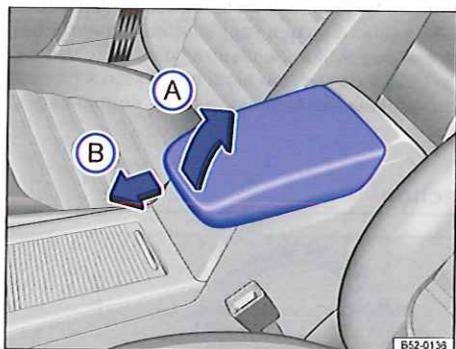

Fig. 54 Accoudoir central avant
Pour le *soulever*, tirez vers le haut l'accoudoir central avant cran par cran dans le sens de la flèche => fig. 54 (A).